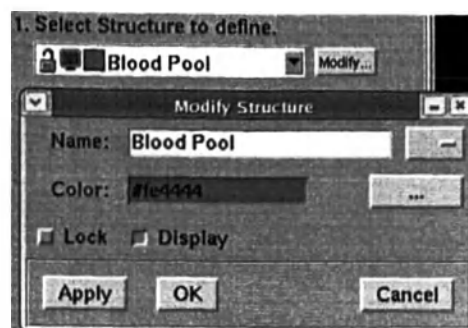

Рисунок 239. Список структур и окно изменения структуры.
2. Нажать кнопку [Изменить] ([Modify]) рядом со списком структур (смотри Рисунок 239) или выполнить команду «Редактировать» (Edit) > «Изменить структуру» (Modify Structure). Появится окно «Изменения структуры» (Modify Structure).